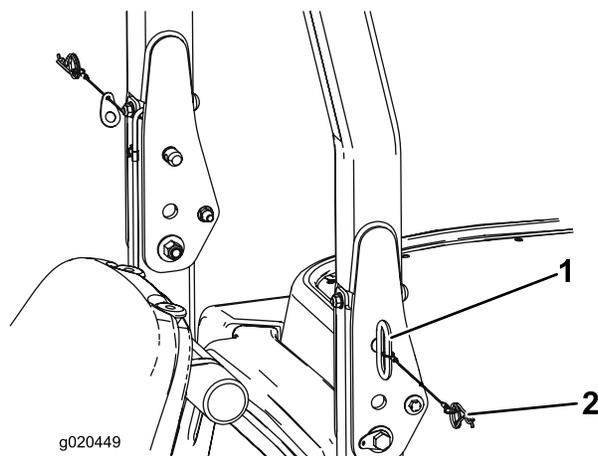

Рисунок 32
1. Чтобы опустить защитную дугу, извлеките игольчатые шплинты и выньте два штифта (Рисунок 32).